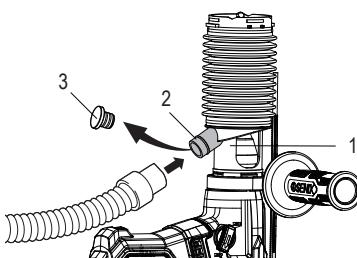

Fig.5
Le capot de collecte des poussières (1) est conçu avec un orifice de raccordement à l'aspirateur (2) pour l'élimination des débris. Pour l'utiliser, retirez le capuchon anti-poussière (3) et raccordez une conduite d'aspiration à l'orifice (2) (Fig.5).